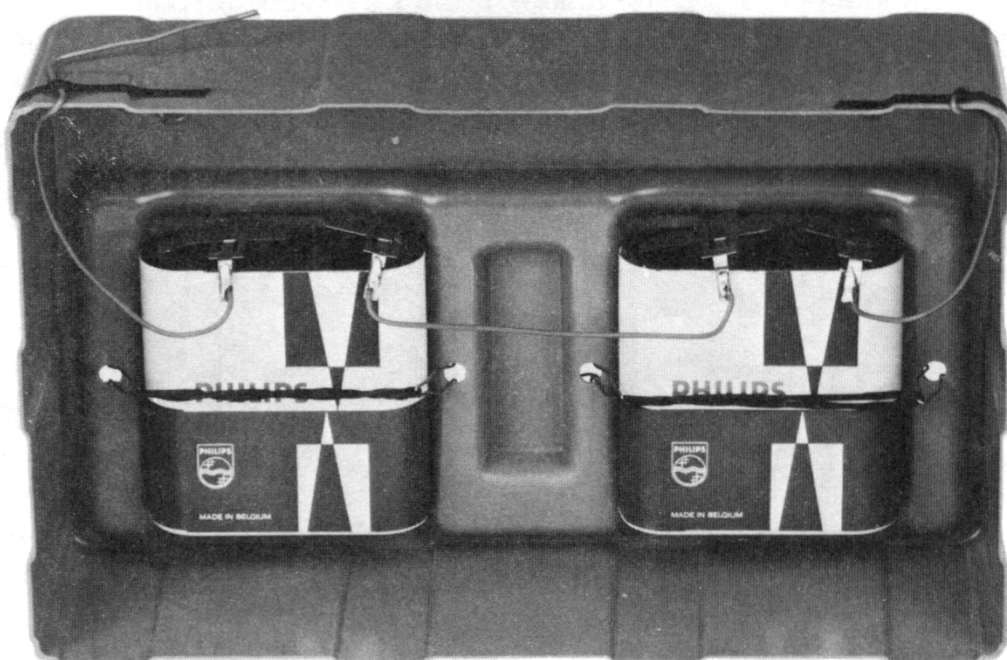

Abb. 36
3. Ferner an zwei Klemmen an den Enden eines ca. 15 cm langen Drahtstückes. Diese Verbindung dient zum Überbrücken der beiden Batterien (Abb. 36).
Abschließend muß noch der Minuspol der Printplatte mit dem freien Minuspol der einen Batterie, der Potentiometeranschluß mit dem Pluspol der anderen verbunden werden (Abb. 36). Die Batterieanschlüsse dürfen auf gar keinen Fall vertauscht werden.